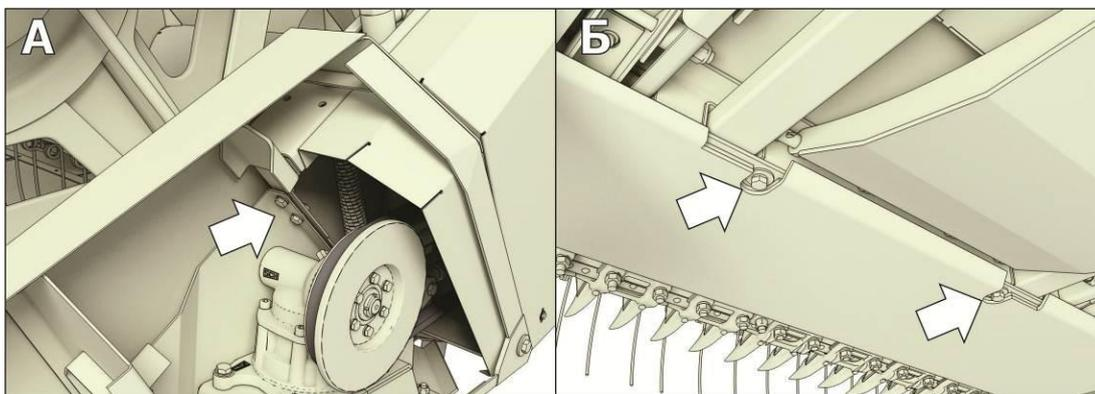

Рисунок 5.17 - Установка копирования режущего аппарата
- зафиксировать передние опоры и подвижные боковины режущего аппарата на каркасе жатки болтокрепежом (рисунок 5.17), а также установить дополнительные шайбы между подвижной боковиной и каркасом. При этом режущий аппарат примет положение, показанное на рисунке 5.18. Для облегчения монтажа допускается установить жатку на тележку.